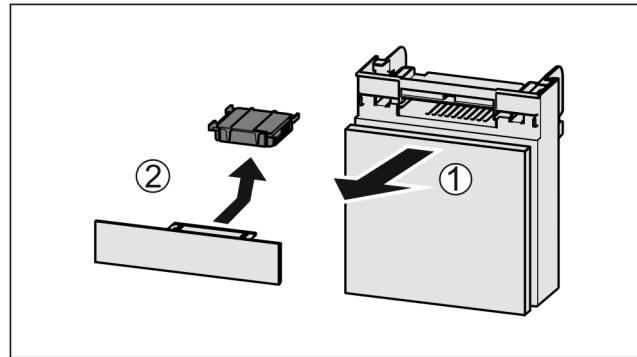

Fig. 98
- Потягніть Fig. 98 (1) відділення вперед.
- Витягнути Fig. 98 (2) фільтр з активованого вугілля.